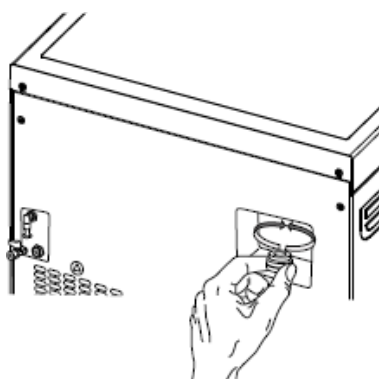

Fig. 9.2.1-1
2. Rotiți bușonul care se află pe partea superioară a valvei în sens invers până când se va roti liber (Fig. 9.2.1-1).